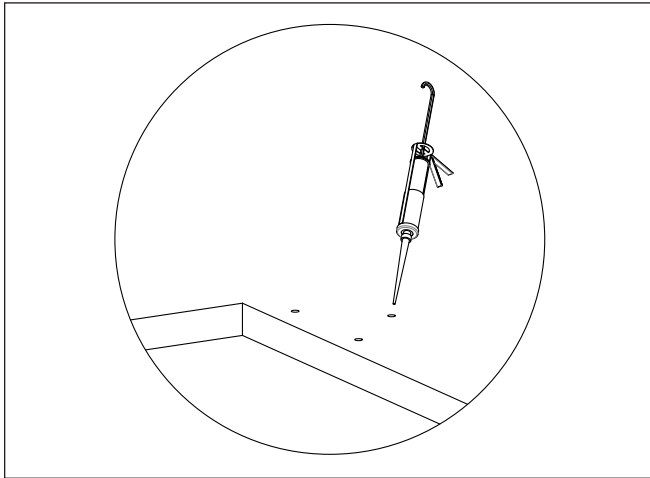

Abb. 12
3.5 Verankerung der Gewindestifte (Abb. 12)